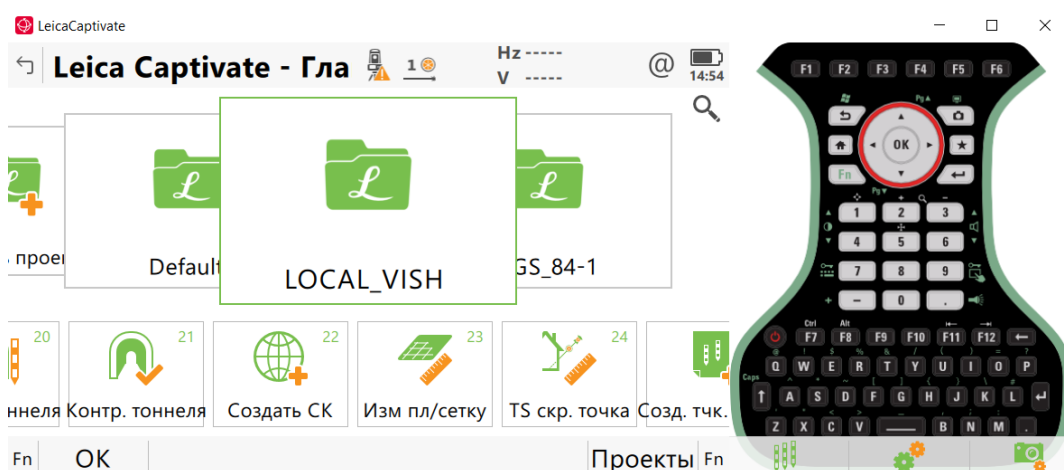

Рисунок 13 – Выбор команды создания СК
13. Далее на главном меню выбираем команду создать СК (рис. 13):